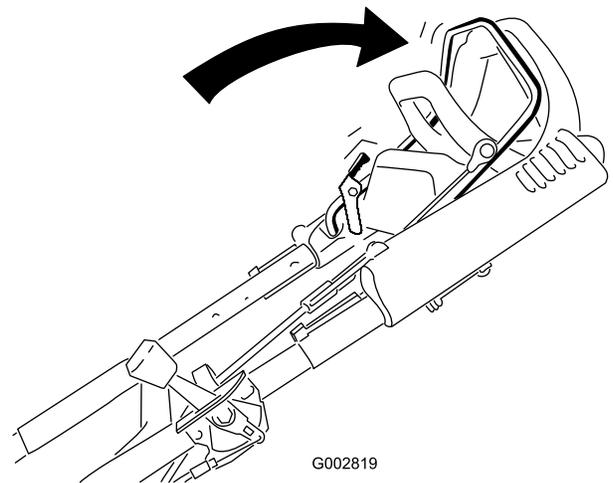

Bild 16
2. Drücken Sie den Messerschaltbügel gegen den Griff und halten sie ihn gegen den Griff gedrückt (Bild 16).